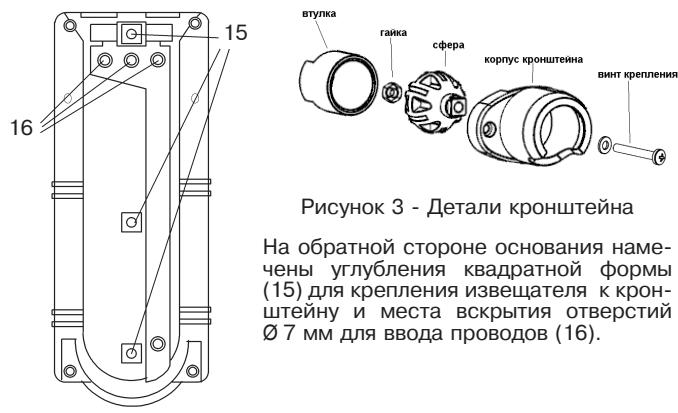

Рисунок 3 - Детали кронштейна
Извещатель состоит из основания (1) с закрепленной на нем печатной платой (3) и крышки (5). В комплект поставки входит кронштейн (рисунок 3). Крышка крепится к основанию четырьмя винтами (6) с использованием герметизирующей прокладки по периметру основания. Печатная плата фиксируется на основании зацепами (10), пружинной защелкой (11) и винтом (9).